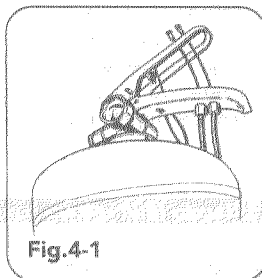

Fig.4-1
- L'altra estremità della guaina deve essere inserita attraverso la maniglia fissa della valvola (FIG.4-1).